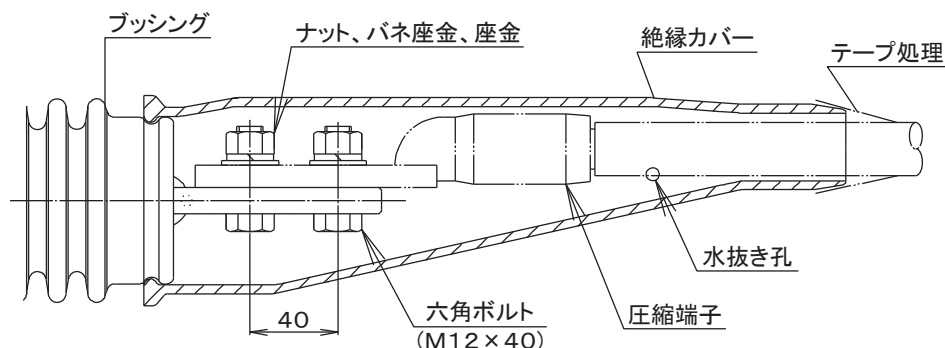

図 11
- ①電源側、負荷側を逆に接続しますと、自構内の地絡事故で動作せず他需要家の地絡事故で不必要動作を起こします。
- ②圧縮端子が接続できるスタッド方式で、孔数および寸法は図 11 のとおりです。六角ボルト・ナット・バネ座金・座金および端子カバーを付属しています。